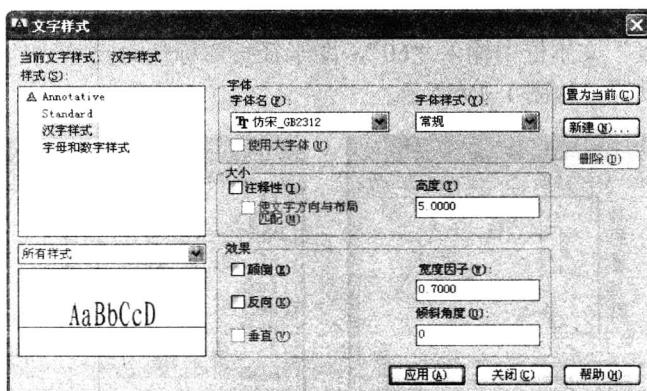

图 1-15 创建“汉字样式”
5.000 和“宽度比例”文本框的设置 0.7000 不变，在“倾斜角度”文本框中输入 0，如图 1-15 所示。